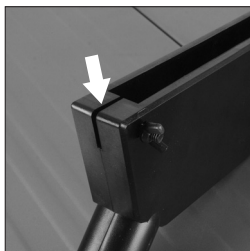

Abb. 20
- Die Wachen Paßstift sollte in der oberen Kante des Spaltkeils bearbeitet durch das Loch positioniert werden **(Abb. 20)**. Eine Scheibe und eine Flügelmutter sind auf einer Seite des oberen Sägeblattschutz angebracht.